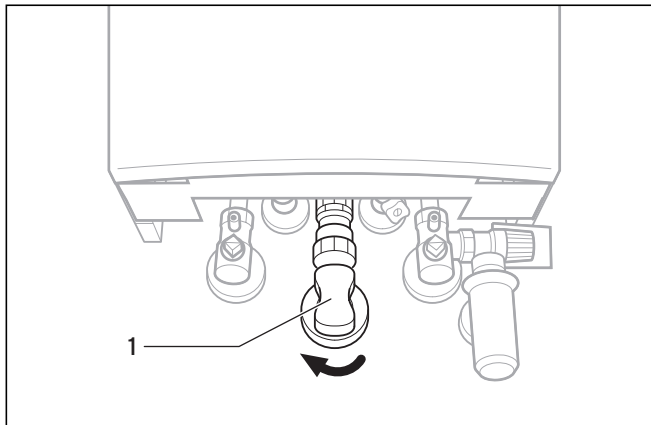

Abb. 2.1 Gasabsperrhahn schließen (VC 146, VC 206 und VC 276); Beispiel: Unterputzinstallation
- Gasabsperrhahn (1, Abb. 2.1, 2.2) am Gerät schließen!